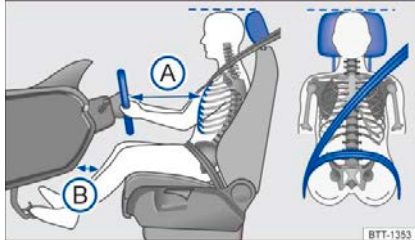

Рисунок 17 Схематическая диаграмма: безопасное расстояние между водителем и рулевым колесом, правильное положение ремня безопасности и подголовника
- Отрегулируйте подголовник так, чтобы верхний край подголовника находился на той же высоте, что и макушка, но не ниже уровня глаз. Затылок должен быть как можно ближе к подголовнику → рис. 17.